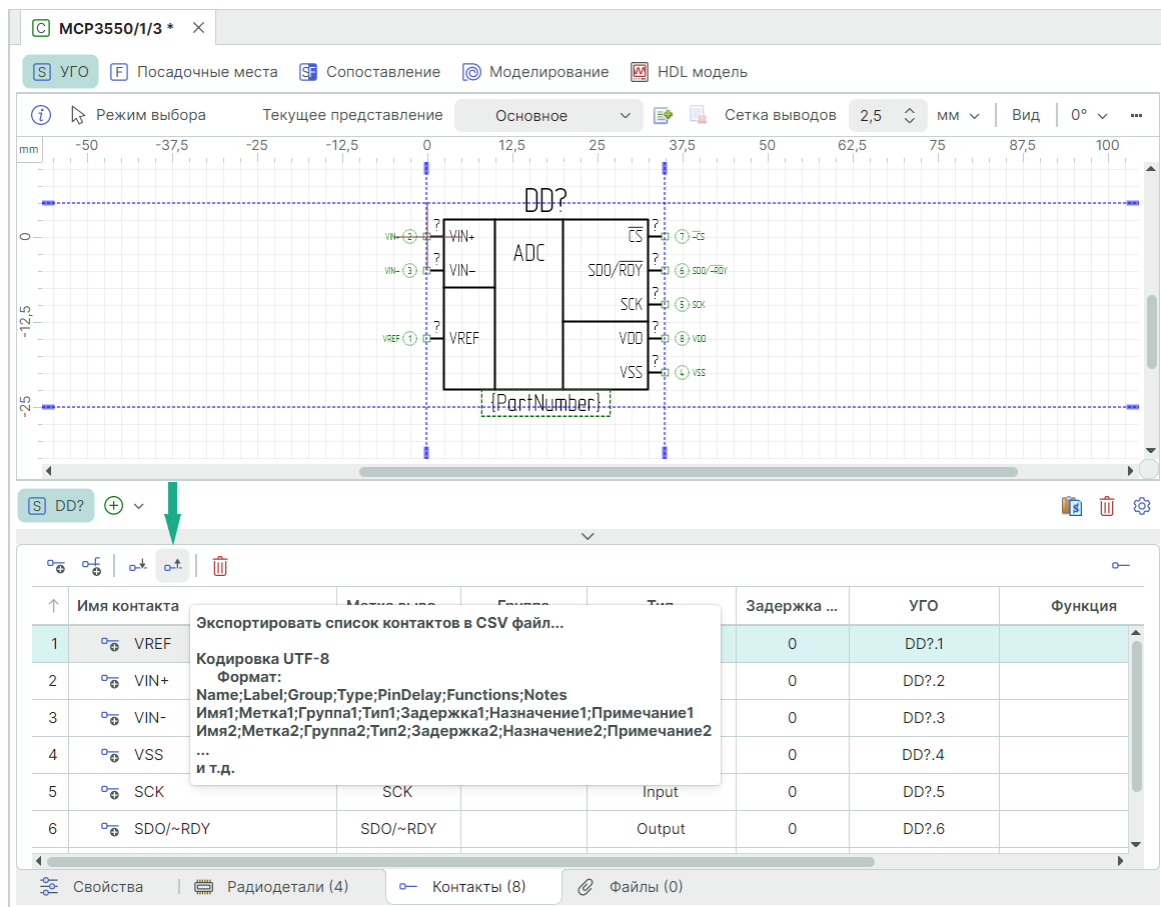

Рис. 258 Экспорт контактов
1. Нажмите символ  «Экспортировать список контактов в .CSV файл» в окне редактора компонента вкладки «Контакты», см. Рис. 258.